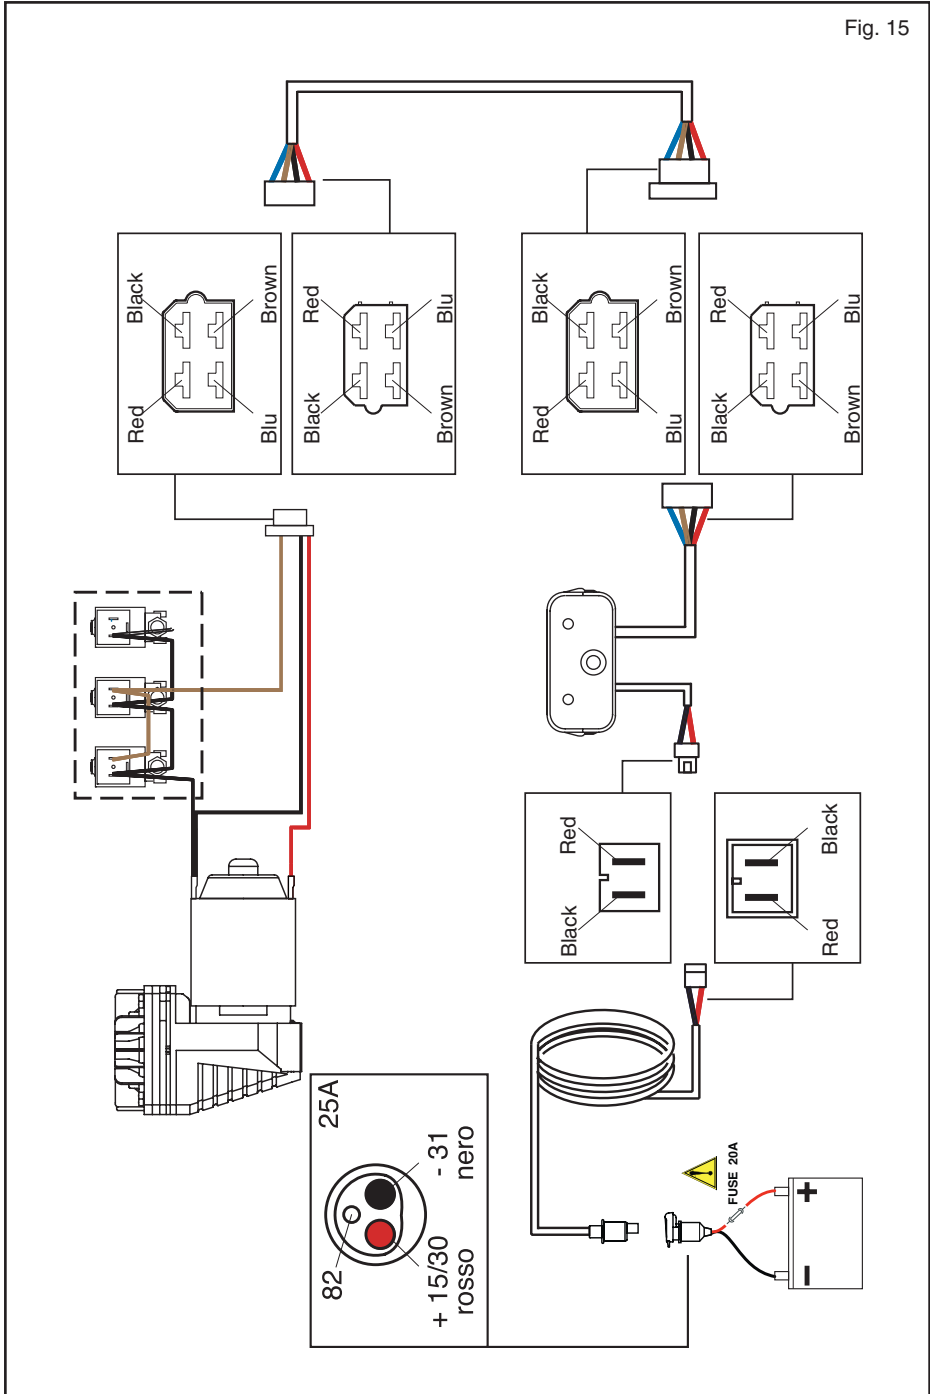

Fig. 15
1.3 ELECTRIC CONNECTION (FIG. 15)